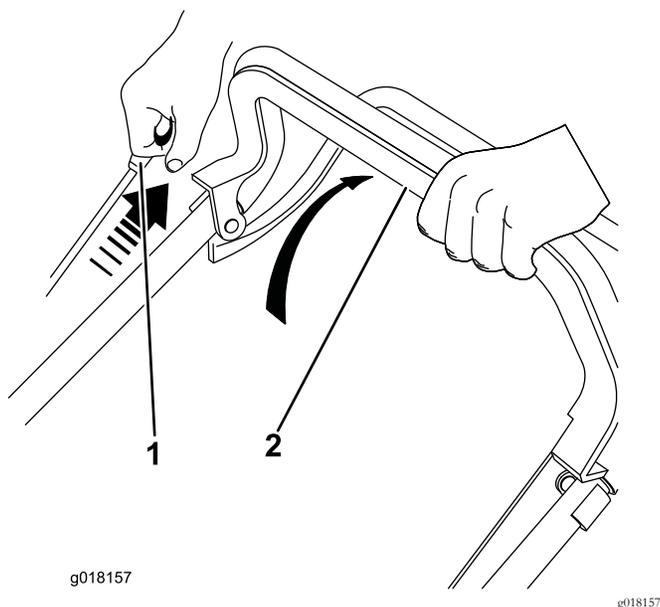

Figura 12
- Tenete la barra di comando della lama contro la stegola (Figura 12).
- Tirate la maniglia dell'avviatore autoavvolgente (Figura 12).